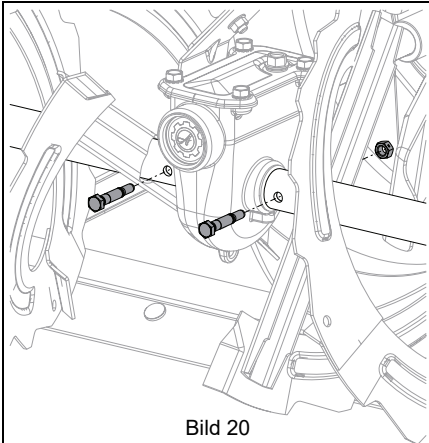

Bild 20
1. Skruva bort skärbultmuttrarna och bultarna. Se Bild 20.
Se Bild 20.